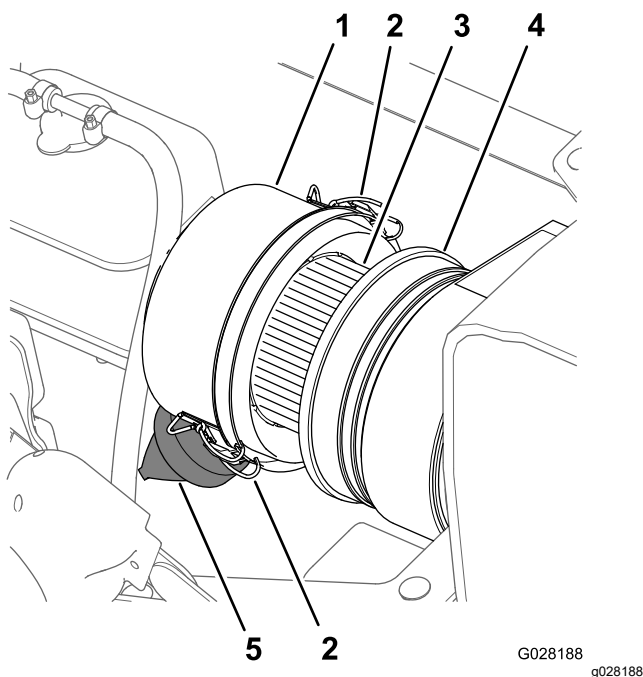
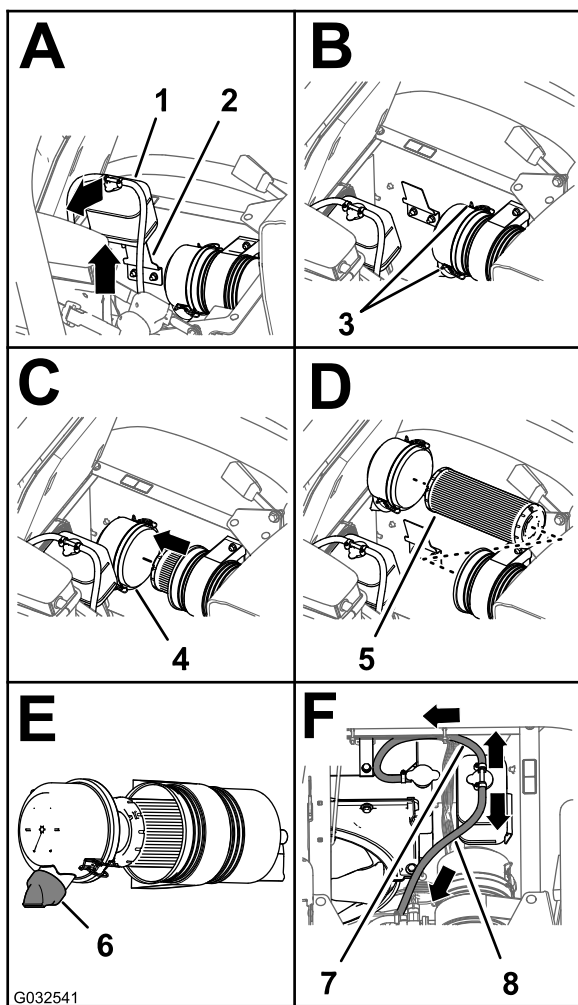

Figure 73
Figure 74
3. Nettoyez le capuchon antipoussière et le boîtier du filtre à air (Figure 73).
5. Pressez la valve à poussière pour éliminer les saletés, la poussière et les débris (Figure 73).
7. Vérifiez que l'élément du filtre à air ne présente pas de dépôts excessifs de poussière, saleté ou débris (Figure 73).
8. Reposez le capuchon antipoussière sur le boîtier du filtre à air et fixez-le en place avec les 2 attaches (Figure 73).
2. Nettoyez le capuchon antipoussière et le boîtier du filtre à air (Figure 73).
3. Soulevez le réservoir de trop-plein de liquide de refroidissement pour le déposer de son support (Figure 74).
4. Recherchez sur le boîtier du filtre à air des dommages susceptibles d'occasionner des fuites d'air (Figure 73).
4. Desserrez les 2 attaches qui fixent le capuchon antipoussière sur le boîtier du filtre à air (Figure 74).
6. Nettoyez l'intérieur du capuchon antipoussière, du boîtier du filtre à air et de la valve à poussière avec un chiffon humide (Figure 73 et Figure 74).
7. Insérez l'élément filtrant dans le boîtier du filtre à air (Figure 74).
8. Reposez le couvercle sur le boîtier du filtre à air et fixez-le en place avec les 2 attaches (Figure 74).
Remarque: Vérifiez que la valve à poussière est bien alignée entre les positions 5 et 7 heures vu de l'extrémité (Figure 74).
9. Placez le réservoir de trop-plein du liquide de refroidissement en face de son support et fixez solidement le réservoir (Figure 74).
Important: Vérifiez que le flexible de décharge de pression est dirigé vers l'avant et le bas et que le flexible d'évent du réservoir est dirigé vers l'arrière, comme montré à la Figure 74.